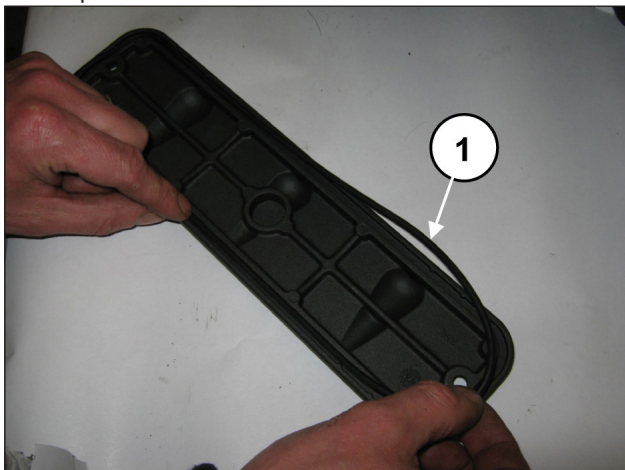
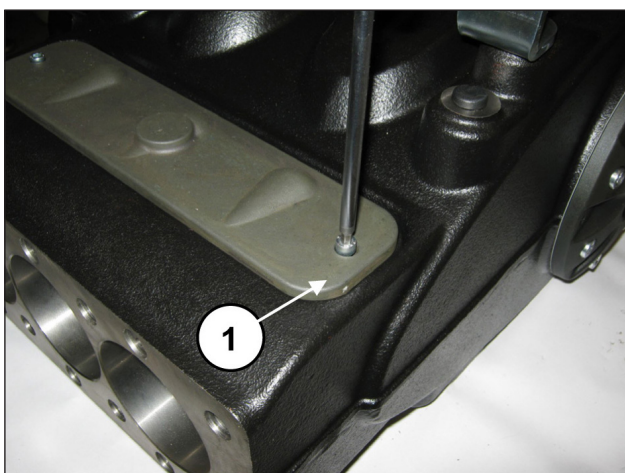

Fig. 91
Fig. 92
Aplicar las tapas de inspección con la junta tórica (pos. ①, Fig. 91) y fijarlas con 2+2 tornillos M6x14 (pos. ①, Fig. 92). Ajustar los tornillos con la llave dinamométrica como se indica en el capítulo 3 CALIBRACIÓN DE AJUSTE DE LOS TORNILLOS.